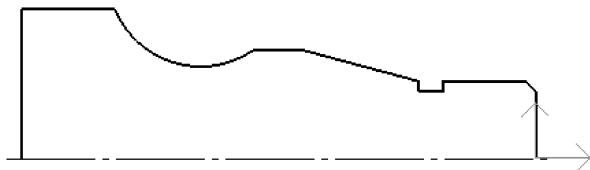

图 8-5 倒角后的外轮廓
(3) 绘制 C2 的倒角 在菜单栏中选择【修改】→【过渡】命令, 或者单击【编辑工具】工具栏中的 C 按钮, 在弹出的立即菜单中选择【倒角】和【裁剪】选项, 并将【长度】设置为“2”, 【角度】设置为“45°”, 状态栏中提示拾取第一条直线, 用鼠标依次拾取倒角相邻两边的直线, 倒角完成。倒角后的图形如图 8-5 所示。